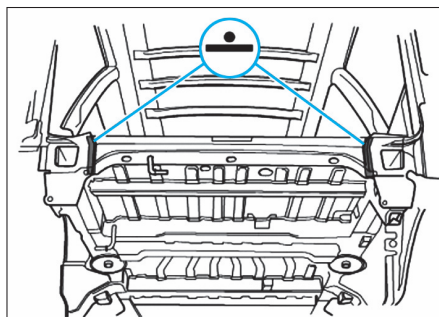

FIG. 50
- Souder le reste de l'accostage à la pointeuse électrique (Fig.50).